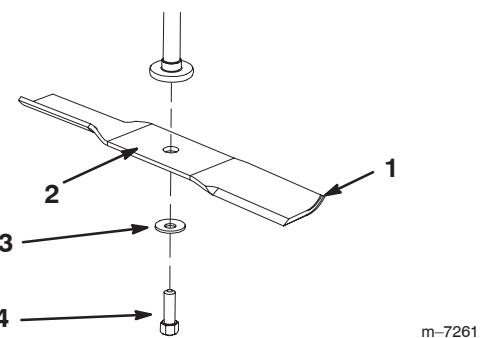
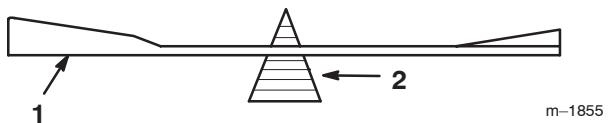

Figure 28
Figure 30
Tenez la lame à son extrémité avec un chiffon ou un gant épais. Enlevez le boulon, la rondelle bombée et la lame de l'axe (Fig. 28).
2. Vérifiez l'équilibre de la lame en la plaçant sur un équilibriseur (Fig. 30). Si la lame reste horizontale, elle est équilibrée et peut être utilisée. Si la lame est déséquilibrée, limez un peu l'extrémité de la partie incurvée seulement (Fig. 28). Répétez la procédure jusqu'à ce que la lame soit équilibrée.
1. Placez la lame sur l'axe (Fig. 28).
2. Montez la rondelle bombée (face concave vers la lame) et le boulon de lame (Fig. 28). Serrez le boulon de lame à 47–88 Nm (35–65 pieds-livre).